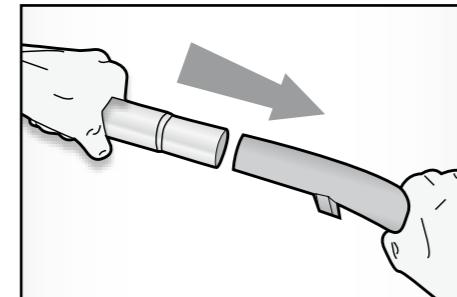

Fig. 3
- Inserire il tubo telescopico (19) sull'impugnatura (Fig. 3).